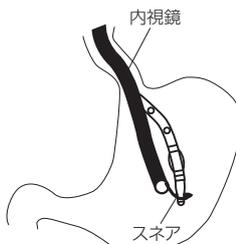

図20
2. 内視鏡を胃内に挿入し、本品の先端部を確認したら、内視鏡の鉗子孔より挿入したスネアで本品の先端部をつかむ(図20)。(予め本品の先端部に絹糸でループを作っておき、ループをつかむようにする方法もある。)